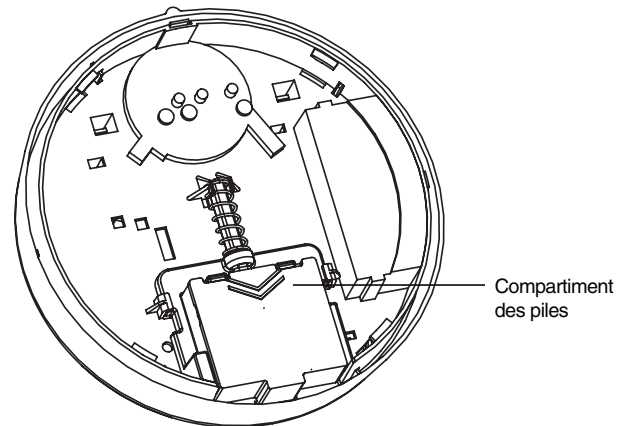

Figure 2. Compartiment des piles
1. Faire glisser le couvercle du compartiment des piles de l'appareil afin de le dégager et de l'enlever. Voir la figure 2.
- Faire glisser le couvercle du compartiment des piles afin de le dégager et de l'enlever. Voir la figure 2.